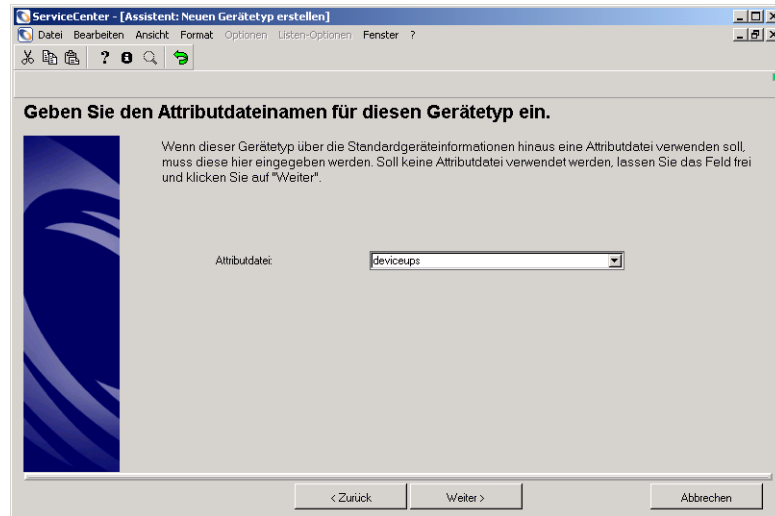

Abbildung 7-23: Name der Attributdatei
- 9 Klicken Sie **Weiter**. Abbildung 7-23 zeigt das Feld, in dem Sie den Namen der Attributdatei eingeben können.